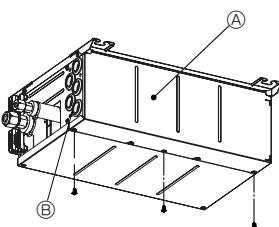

Fig. 8-1
1. Montera loss skruvorna i kåpan. (Fig. 8-1)